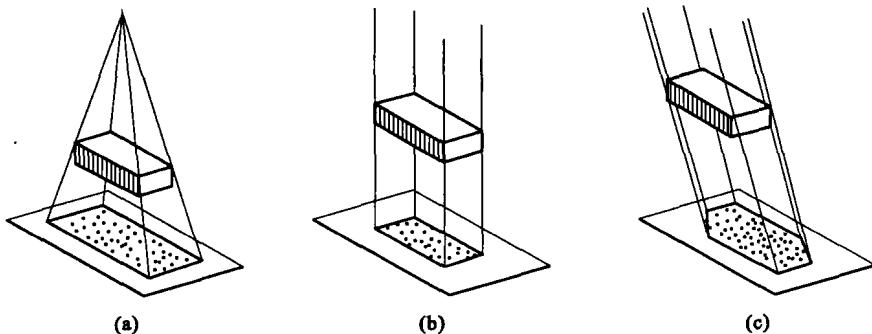

图 1.3 投影的分类
当投影中心在有限距离内, 投影线由一点呈放射状发射出来所产生的投影称为中心投影, 如图 1.3(a)所示。
(1) 正投影: 平行投影线与投影面垂直时所产生的投影, 如图 1.3(b)所示。
(2) 斜投影:平行投影线与投影面倾斜时所产生的投影,如图 1.3(c)所示。